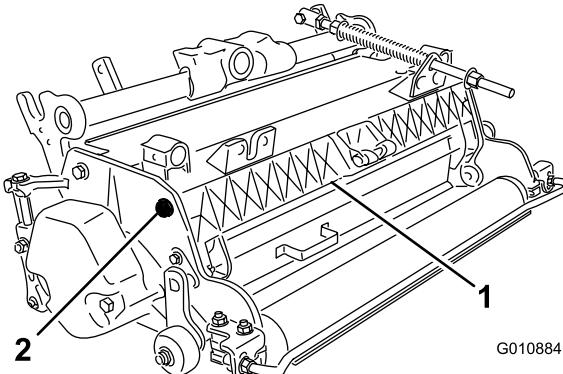

Figura 5
1. Allentate le viti a testa cilindrica dell'articolazione del carter dell'erba (Figura 5).
2. Sollevate il carter fino a portarlo nella posizione desiderata e serrate e viti a testa cilindrica (Figura 5).